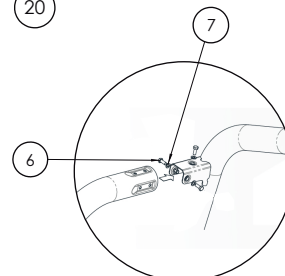

imagen 1
- 1-. Armar los laterales (**pieza 2 y 3**) y el arco (**pieza 1**) como se ve en la primer imagen de ensamble **imagen 1**, con sus respectivos tornillos y arandelas (**pieza 6 y 7**).